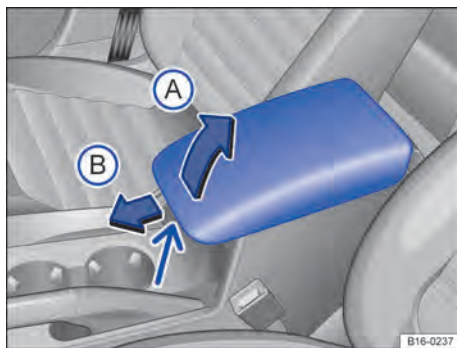

Fig. 79 Descansa-braço central dianteiro.
- Para *levantar*: pressionar o botão de destravamento dianteiro no descansa-braço central (seta) e puxar o descansa-braço central gradativamente para cima no sentido da seta → Fig. 79 (A).
- Para *ajustar na longitudinal* (dependendo da versão): empurrar o descansa-braço central totalmente para frente (B) ou totalmente para trás, até que ele se trave.